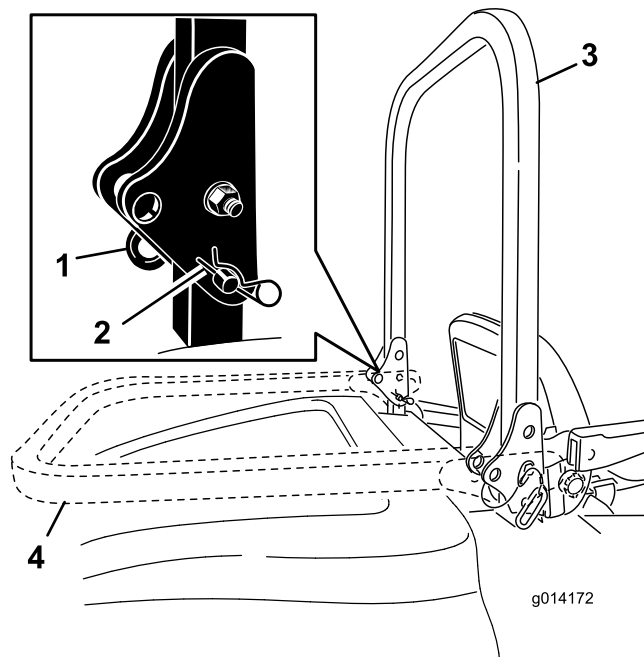

Figura 18
1. Per abbassare il roll bar, togliete le coppiglie, spingete in avanti il roll bar contro le molle e togliete le 2 spine (Figura 18).
2. Abbassate il roll bar (Figura 18).
3. Montate le 2 spine e fissatele con le coppiglie (Figura 18).
4. Per alzare il roll bar togliete le spine delle coppiglie e le 2 spine (Figura 18).
5. Alzate completamente il roll bar e montate le 2 spine, quindi fissatele con le coppiglie (Figura 18).